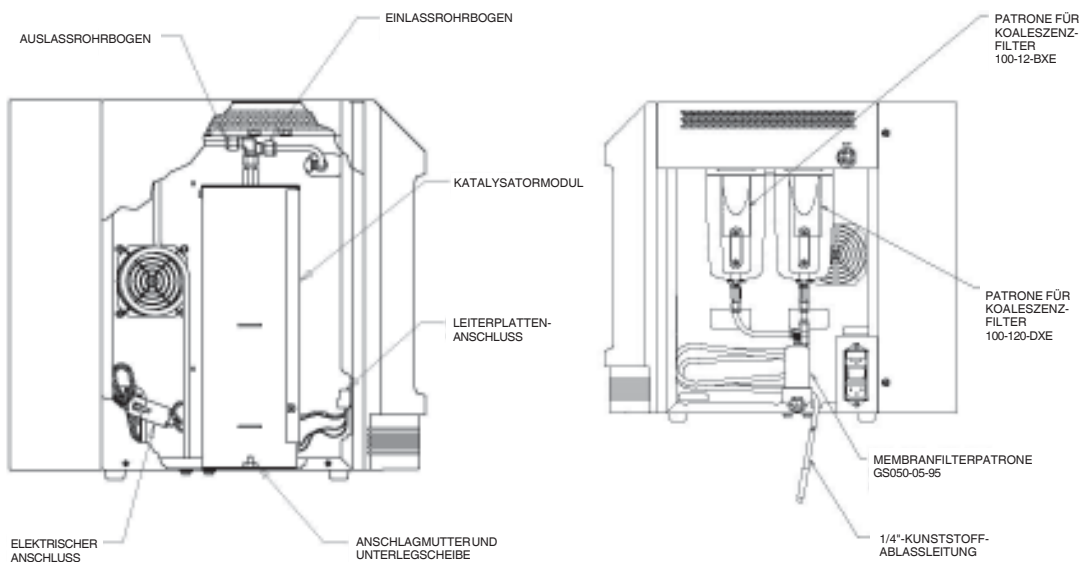

Abbildung 6: Wartungsbauteile
Zu den Hauptwartungsmaßnahmen für den Parker Balston TOC-Gasgenerator gehören das Auswechseln der Vorfilterpatronen (jährlich), der Partone des Endmembranfilters (jährlich) und des Katalysatormoduls (alle 3 Jahre oder wenn die „Check System“-LED zu blinken beginnt). Eine Übersicht der Ersatzteilnummern und der empfohlenen Wartungshäufigkeit wird am Ende dieses Wartungsabschnittes gezeigt. Positionen der verschiedenen Wartungsteile siehe Abbildung 6.
Die in den Parker Balston TOC-Gasgenerator eingebauten Vorfilter der Klassen DX und BX sind leicht über die rechte Seite hinter der abnehmbaren Zugangsplatte zur Filterungsanlage zugänglich (siehe Abbildung 6). Die Filterpatronen in den Vorfiltergehäusen sollten jährlich ausgetauscht werden, um den effizienten Betrieb des Systems zu gewährleisten. Die Filterpatronen in den Vorfiltereinheiten werden ausgebaut, indem die Filterschale vom Kopf der Filtereinheit abgeschraubt und abgesenkt und der Filterhalter vom Boden der Filterpatrone gelöst wird. Setzen Sie die neuen Filterpatronen (100-12-DXE und 100-12-BXE) ein, und bauen Sie die das Filtergehäuse in umgekehrter Reihenfolge wieder zusammen. (**Hinweis:** Die Filtergehäuse sind für die DXE- und BXE-Filterpatronen gekennzeichnet. Achten Sie darauf, die Ersatzpatronen in das richtige Gehäuse einzubauen.)
Folgende Werkzeuge werden zum Austausch des Katalysatormoduls benötigt: ein Kreuzschlitzschraubendreher und zwei 7/16"-Maulschlüssel oder zwei einstellbare Maulschlüssel. Führen Sie folgende Schritte zum Austausch des Katalysatormoduls durch (Position der Komponenten siehe Abbildung 6):
- 3 Trennen Sie die Ein- und Auslass-Anschlussstücke des Moduls mit Hilfe von zwei Maulschlüsseln am Rohrbogen, wobei ein Schlüssel als Gegenhalter dient. **Lassen Sie beide Rohrbögen am Modul** (siehe Abbildung 6).
- 5 Nehmen Sie das verbrauchte Modul aus dem TOC-Gasgenerator heraus, und ziehen Sie den elektrischen Anschlussstecker und den PCB-Stecker ab (siehe Abbildung 6).